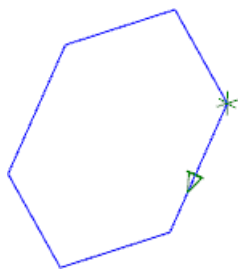

图 3.14.47 串连图素
Step3. 定义缠绕对象。在绘图区选取图 3.14.46a 所示的边线为缠绕对象，系统会自动串连与它相连的图素，并显示串连方向，如图 3.14.47 所示。单击 按钮，完成缠绕对象的定义，同时系统弹出图 3.14.48 所示的“缠绕选项”对话框。